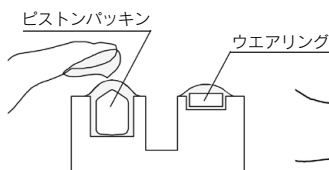
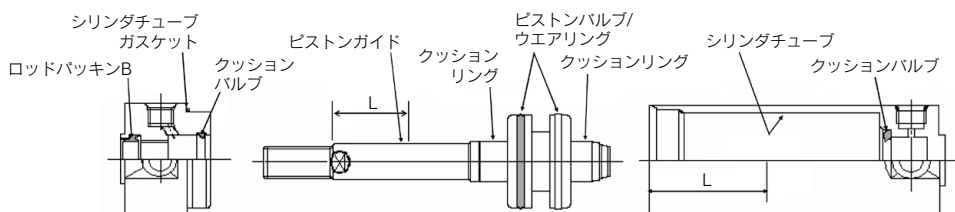

図7 ピストンパッキン
図9 グリース塗布位置
- ③⑤ ピストンパッキン : グリースを擦り込む要領でパッキン溝内部と外周に塗布してください。(図7参照)
- ④② シリンダチューブガスケット : グリースを薄く塗布してください。
- シリンダ各部品 : 図9の各部品にグリースを塗布してください。